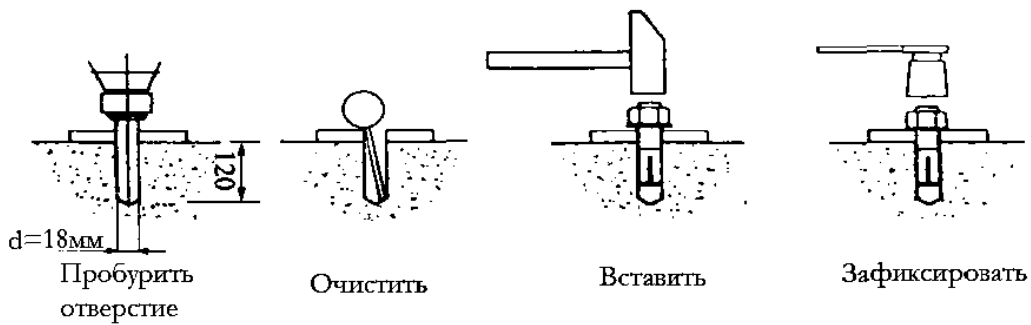

Рис.3
2. Зафиксируйте место и разметьте его в соответствии с размерами на Рис.3. Следует предварительно разметить подводку электричества и пневматических линий к рабочей зоне.
ШАГ 9: Отрегулируйте положение направляющих. Рис. 6, 8. Используйте пластиковые вставки для того, чтобы добиться вертикального положения каждой стойки. Вставьте в отверстие болта и закрепите. Рис.3.